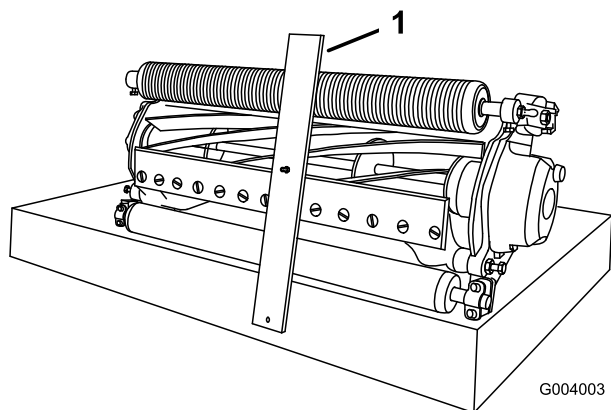

図 58
- ゲージバーのネジ頭を下刃の切っ先に引っかけ、バーの后端を後ローラに当てがう（図 58）。